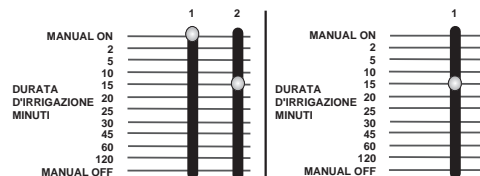

FIGURE 14 : Arrosage manuel du poste 1 à l'aide du curseur
- Glissez d'abord le curseur de durée d'arrosage complètement en haut à la position **MANUAL ON**, puis mettez-le sur la durée désirée. Par exemple, pour faire arroser un poste pendant 15 minutes, il suffit d'en glisser le curseur jusqu'à la position **MANUAL ON**, puis de l'abaisser jusqu'à la position 15 minutes [voir la figure 14].